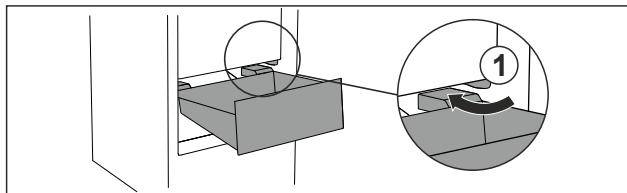

Fig. 73
- Ghidați sertarul oblic în jurul opritorului Fig. 73 (1).